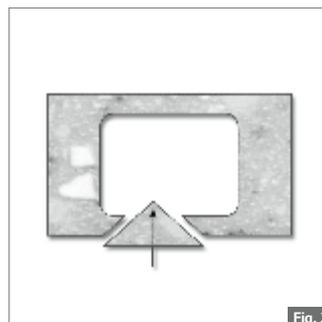

Fig. 3
16. Préparez la colle HI-MACS®, collez les deux parties et fixez avec une tige et des boulons. Fig. 3.
6. Collez le morceau triangulaire avec de la colle HI-MACS® et renforcez le dessous. Fig. 3.